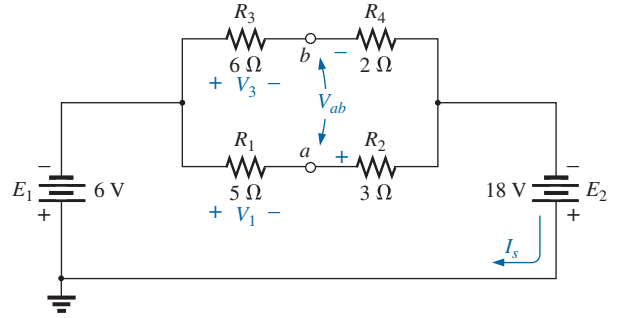

Figura 7.20 Exemplo 7.7.
a) Determine as tensões  $V_1$ ,  $V_3$  e  $V_{ab}$  no circuito mostrado na Figura 7.20.